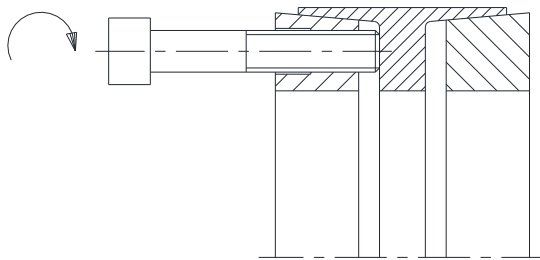

Bild 6: Fixieren des vorderen Druckringes
- Für eine einfachere Montage fixieren Sie den vorderen und hinteren Druckring mit jeweils zwei Spannschrauben über die Abdrückgewinde (siehe Bild 6 und 7). Setzen Sie anschließend den Spannsatz KTR 401 zwischen Welle und Nabe ein.